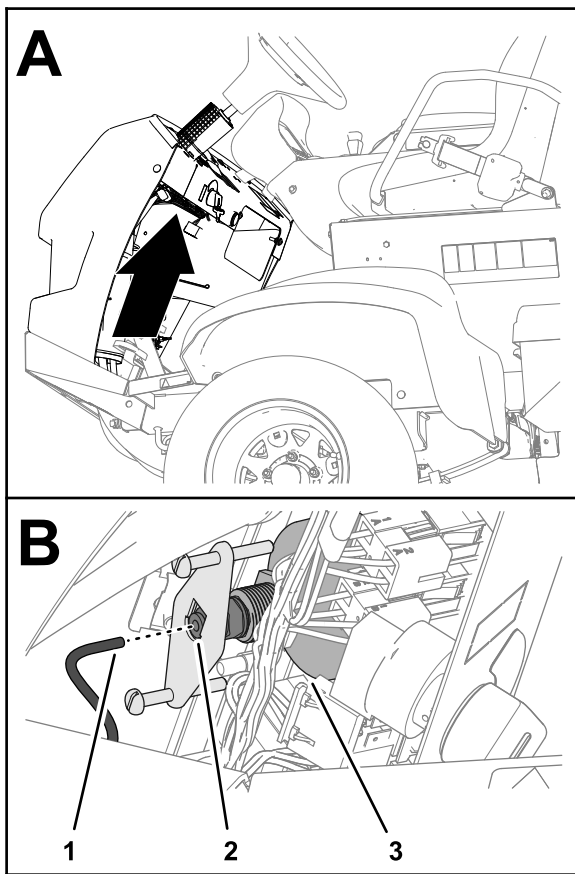

图 127
5. 从压力表背面取下管子并将管子的一端放入一个容器内 图 127。